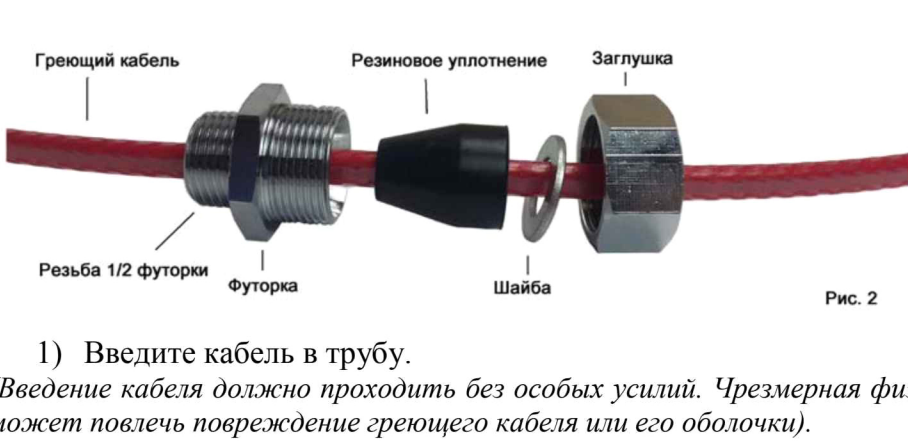

Рис. 2
- 2) Необходимо раскрутить кабельный ввод на части (см. рис. 2).
- 4) В футорку вставляется резиновое уплотнение, шайба и заглушка (см. рис. 2). Затем кабельный ввод затягивается заглушкой при помощи гаечного ключа.